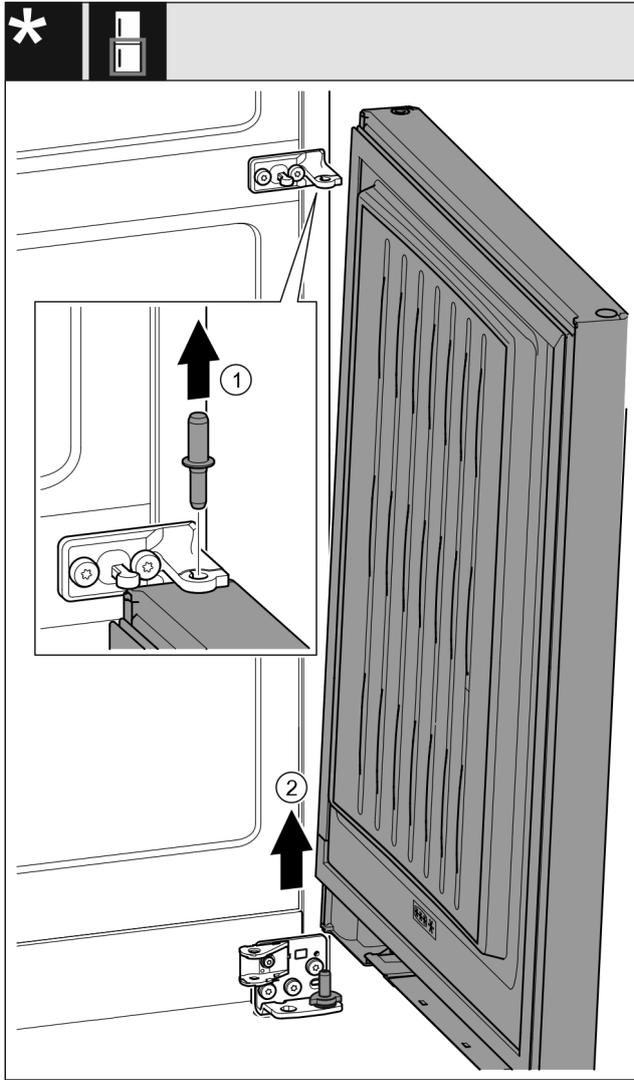

Fig. 27 带减震器\*
- ▶ 向上拉出螺栓 Fig. 27 (1)。\*
- ▶ 冰箱门 Fig. 27 (2)向外旋转，向上拉出后放在旁边。\*